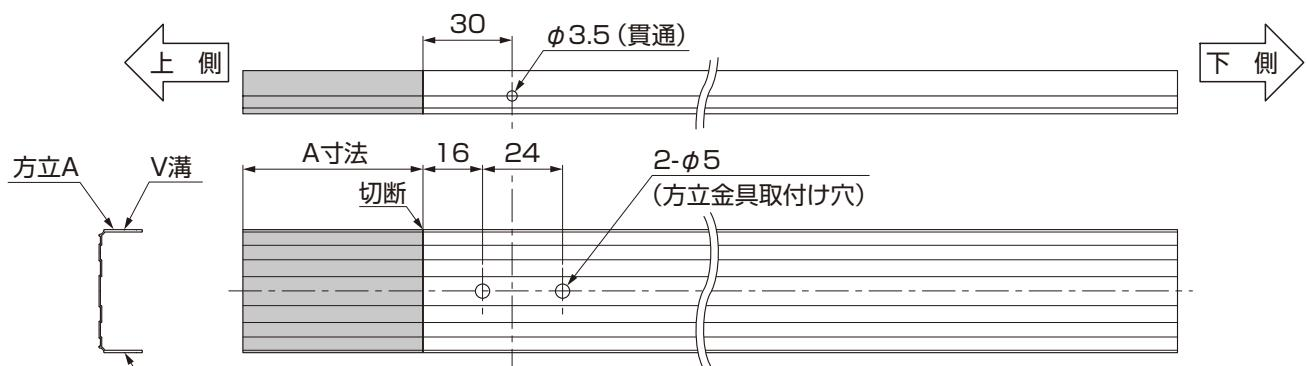
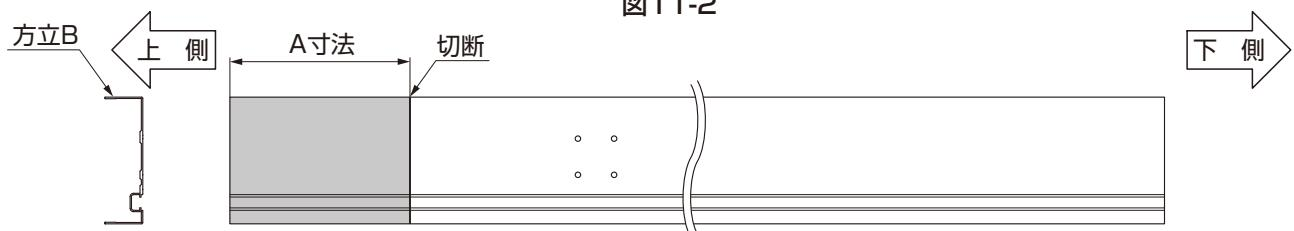

図11-2
図11-3
①A寸法を実測してください。
②図11-2、図11-3を参照して方立A、方立Bを加工してください。